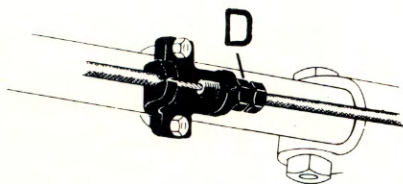

Fig. 4
2. Handbremse (Einstellung Fig. 4)
Eine Klinke am Handbremshebel gestattet gesicherte Ruhelage der Maschine. Die Nachstellschraube befindet sich am rechten Holm unter der Haube. Siehe Fig. 4 D.
2. Frein à main (Réglage Fig. 4)
Un loquet monté sur le levier de frein à main permet de bloquer les roues et de maintenir la machine en position de repos. La vis de réglage du frein se trouve au brancard droite sous le capot (voir D Fig. 4)